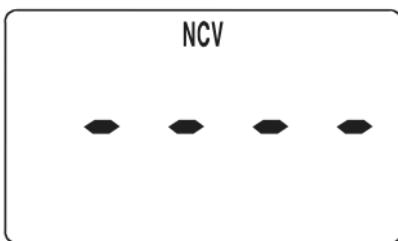

Abb. 4
2. Bringen Sie die Messzange oben, wo sich der NCV-Sensor befindet (siehe Abbildung 1), in die Nähe des zu prüfenden Objekts. Wenn das Messgerät ein durch Wechselspannung erzeugtes elektrisches Feld erkennt, zeigt das Messgerät die Intensität des erkannten elektrischen Feldes an. Die Intensität des erkannten elektrischen Feldes wird durch die Anzahl der horizontalen Balkensegmente auf dem Display (siehe Abbildung 4), die Piepgeschwindigkeit des eingebauten Summers und die Blinkgeschwindigkeit der Anzeige „NCV“ angezeigt. Je höher die Intensität des erkannten elektrischen Feldes ist, desto größer ist die Anzahl der angezeigten horizontalen Balkensegmente und desto schneller ertönt der Summer und desto schneller blinkt die „NCV“-Anzeige.